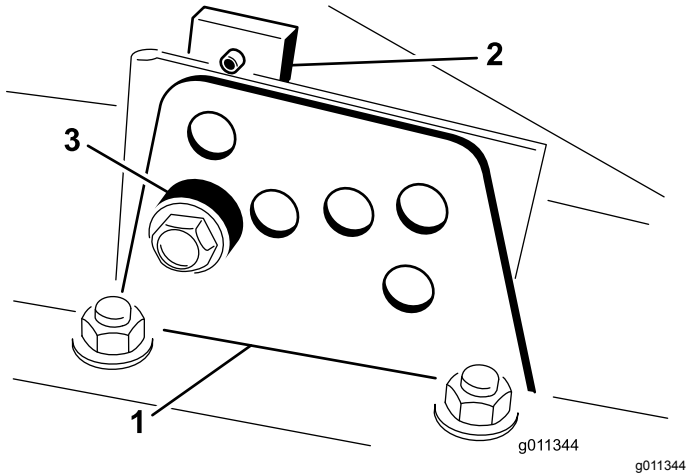

Figura 4
2. Desaperte o parafuso que prende o suporte da altura de corte à placa da altura de corte (frente e de cada lado) (Figura 4).
4. Enquanto estiver suportar a câmara, retire o espaçador (Figura 4).